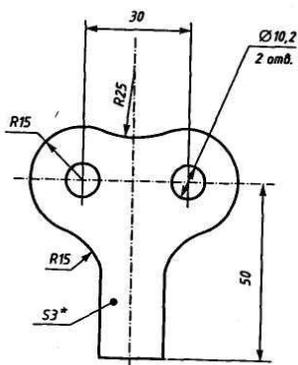

Рис. 52
**УПРАЖНЕНИЕ 2. Построение детали державки по заданным размерам с использованием сопряжений (см. рис.52).**
12. Проставляем размеры на эскизе, эскиз державки готов (см. рис. 52).